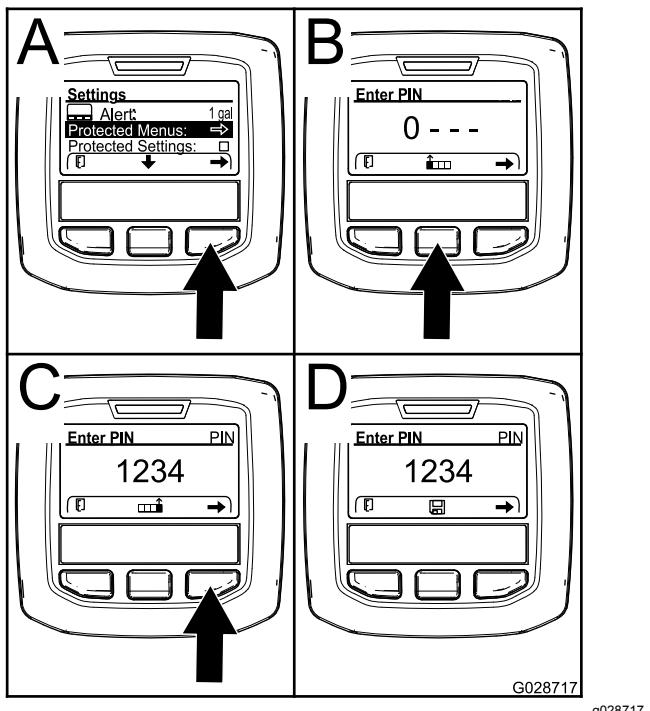

Figura 12
3. Pulse el botón de selección derecho para seleccionar Protected Menus (Menús protegidos) (Figura 12, A).
- Pulse el botón de selección central (Figura 12, B) para aumentar el valor numérico (de 0 a 9)..
- Pulse el botón de selección derecho (Figura 12, C) para mover el cursor hasta la siguiente posición numérica a la derecha.
- Nota:** Aparece el icono Guardar encima del botón de selección central (Figura 12, D).